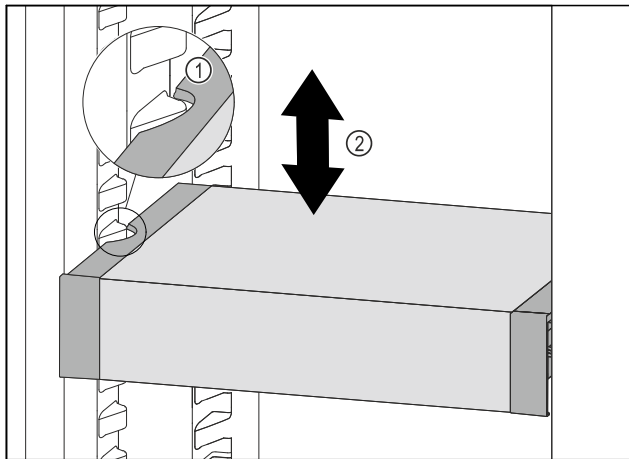

Fig. 86
- ▶ Изтеглете VarioSafe напред, докато страничните прорези на VarioSafe се намират на височината на реброто на съда в хладилната част. Fig. 86 (1)
- ▶ Преместете VarioSafe нагоре или надолу в хладилната част, докато се достигне желаната височина. Fig. 86 (2)